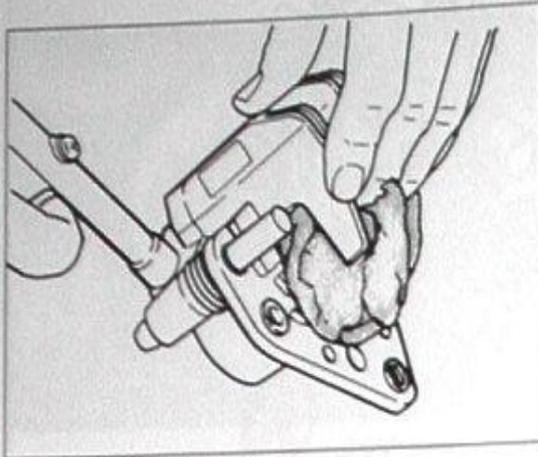

Bild 246
- Druckluft in Brems Schlauch-Anschlussgewinde blasen, um Kolben herauszustossen. Lappen um Bremssattel legen, um Kolben weich aufzufangen (Bild 246). Vorsicht im Umgang mit Druckluft! Vorsichtig dosieren, Mündung der Blaspistole nicht zu dicht an Einlassöffnung halten!